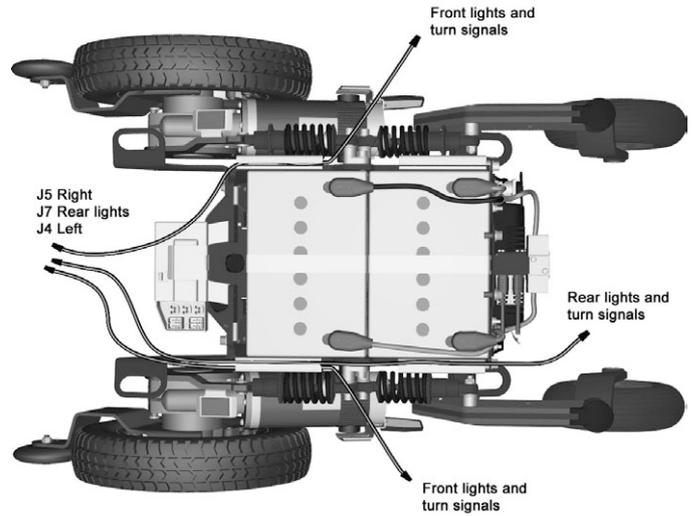

Abbildung 125. Beleuchtungskabel
5. Beleuchtungsverkabelung am Fahrgestell platzieren und die Kabel in die Kabelschienen an der linken und rechten Fahrgestellseite anbringen. Siehe Abbildung. 125.